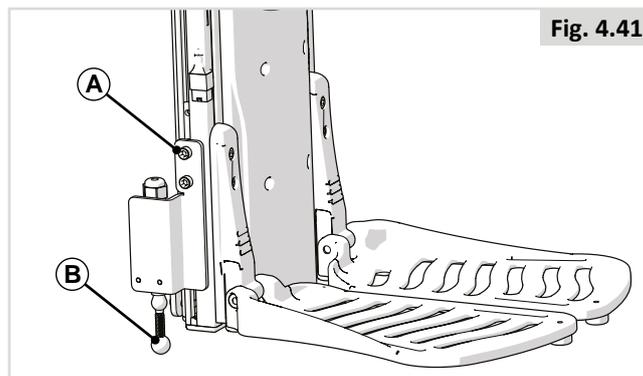

Fig. 4.41
En présence de la fonction optionnelle de la descente de la palette au sol (Fig. 4.41), un commutateur est monté. La hauteur du commutateur (A) doit être réglée après avoir ajusté le segment jambier. Veillez à ce que la bille (B) du commutateur se trouve bien en-dessous du bord inférieur du repose-pied.